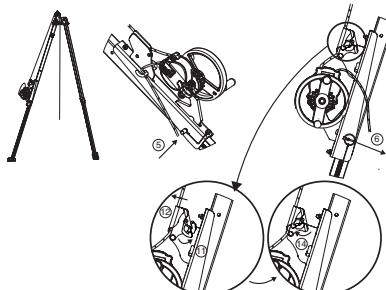

Fig. 9
**VIGTIGT:** Vær opmærksom på monteringsretningen: faldets blokeringsanordning skal være vendt opad på tracpode trefoden (Fig.9).
5. Installer fortøjningsbolten på konsollen til derope™ UP R apparatet. Denne fortøjningsbolt har to funktioner: fastlåsning af benet på tracpode trefoden og fortøjning af konsollen til derope™ UP R apparatet på dette ben (Fig.9, 5).
6. Fastlås fortøjningsbolten med stiftens med låsering (Fig.9, 6).
11. Åbn konsollens faldbremse (Fig.9, 11).
12. Før faldet, der kommer ud af derope™ apparatet ind i konsollens faldbremse (Fig.9, 12).
14. Luk faldbremsen (Fig.9, 14).